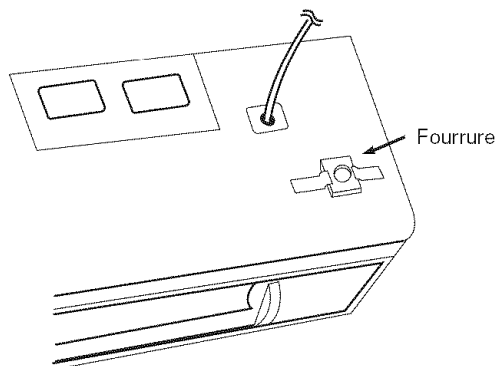

Figure 25
- Aligner les fourrures sur les deux ouvertures sur le dessus du boîtier du four à micro-ondes et les fixer avec du ruban à masquer. Figure 25.